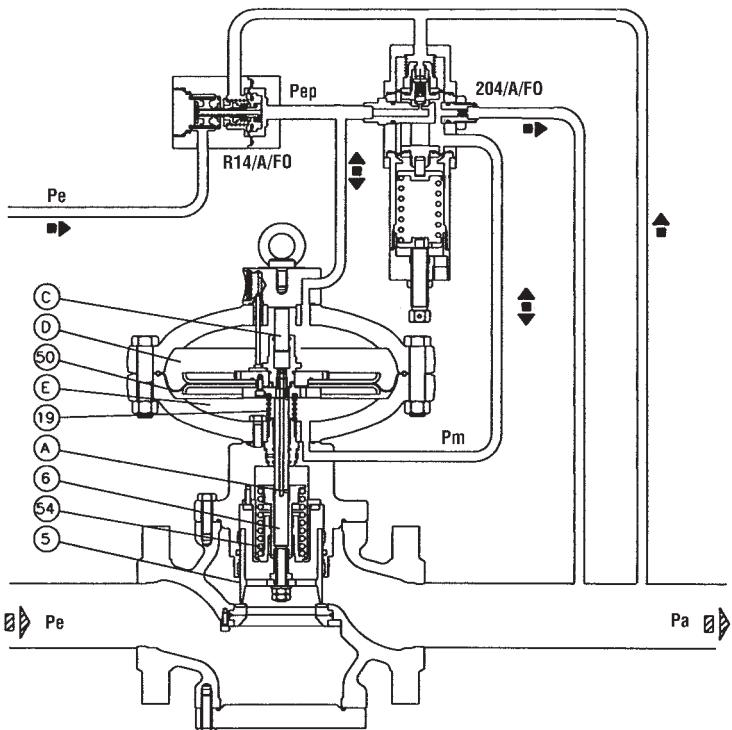

Рис. 1
1.2 ПРИНЦИП ДЕЙСТВИЯ (РИС.1)
При отсутствии давления запорная часть клапана 5 удерживается в положении закрытия пружиной 54 (рис. 1). Входное давление, даже если оно меняется, не изменяет данное положение, поскольку запорная часть полностью сбалансирована и следовательно подвергается воздействию одинаковых давлений, даже если разного сечения.
Изменение настройки осуществляется путем вращения регулирующего винта 10; вращение по часовой стрелке вызывает увеличение P_m и следовательно регулируемого давления P_a ; при вращении против часовой стрелки - наоборот. Если, например, в ходе работы, имеет место уменьшение выходного давления P_a (по причине увеличения требуемого расхода или уменьшения входного давления) происходит нарушение равновесия подвижной группы 15 пилота, которая смещается, вызывая увеличение степени открытия запорной части 17. Как следствие также увеличивается значение командного давления P_m , которое, воздействуя в камере Е из-под мембранны 50 (рис. 1), обуславливает смещение запорной части 5 вверх и следовательно открытие регулятора до восстановления предварительно заданного значения регулируемого давления.